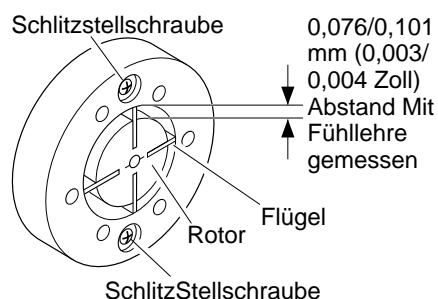

Abbildung 25 - Lage der Schlitz-Stellschrauben
9. Den Rotorschlitz überprüfen. Bei Bedarf auf 0,076/0,101 mm (0,003/0,004 Zoll) einstellen. (Siehe Abbildung 25).